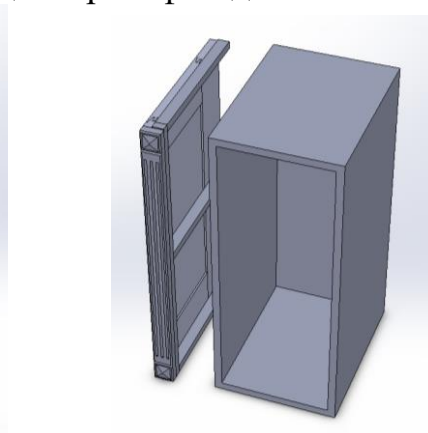

Рис. 40
- дистанциатор прикрепить к боковине шкафа шурупами 4x40, шурупы расположить на уровне вертикальной и горизонтальной центральной монтажной планки (Рис. 40).